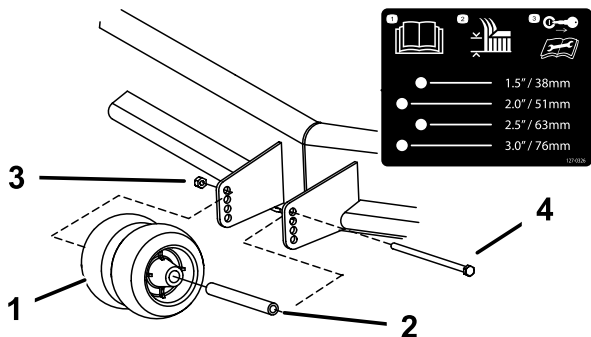

Рисунок 13
- Отрегулируйте защитные валики, как показано на Рисунок 13.